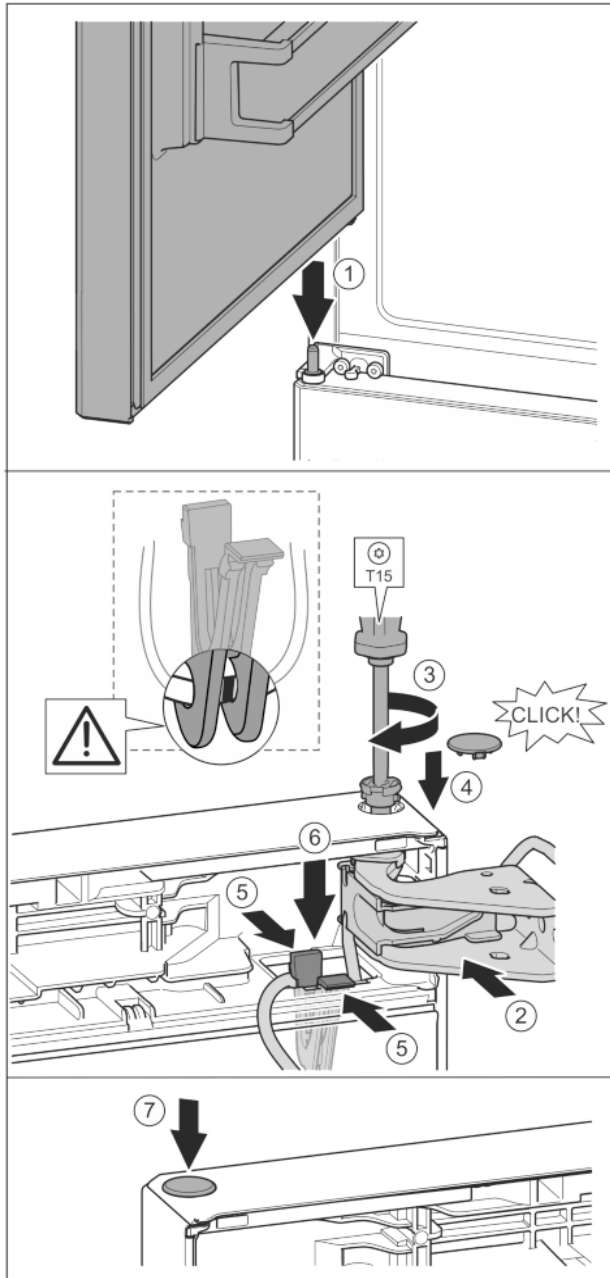

Fig. 41
- ▶ Mettere la porta superiore sul perno di supporto centrale. *Fig. 41 (1)*
- ▶ Allineare la porta in alto all'apertura nel blocco di supporto. *Fig. 41 (2)*
- ▶ Inserire i perni e stringere con il cacciavite T15. *Fig. 41 (3)*
- ▶ Montare la copertura di sicurezza a protezione della porta: inserire la copertura di sicurezza e controllare se appoggia sulla porta. Altrimenti inserire completamente il perno. *Fig. 41 (4)*
- ▶ Inserire nell'apertura il supporto con il relativo cavo fissato. *Fig. 41 (5)*
- ▶ Spingere il supporto verso il basso fino all'innesto in posizione della linguetta. *Fig. 41 (6)*
- ▶ Inserire i tappi. *Fig. 41 (7)*